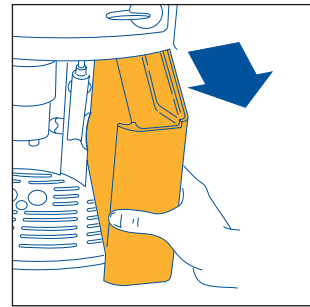

Fig.1
- Ta ut vannkolben (fig. 1), skyll den og fyll den med friskt vann uten å overstige streken MAX. Når du tar ut vannkolben, må cappuccinomaskinen alltid være innstilt mot midten av maskinen, ellers er det ikke mulig å ta ut kolben.